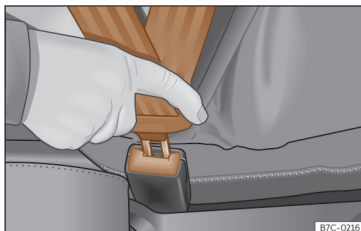

Fig. 13 Inserir a lingueta do cinto de segurança no fecho correspondente.
- Encaixe a lingueta no fecho do respetivo banco >>> **Fig. 13**.